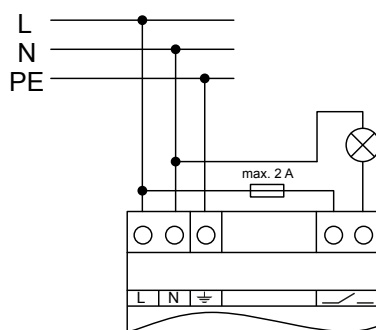

Figure 5: Exemple d'utilisation – Lampe de signalisation pour l'affichage visuel du fonctionnement
- Raccorder le dispositif de signalisation conformément à l'exemple de raccordement (Figure 5).